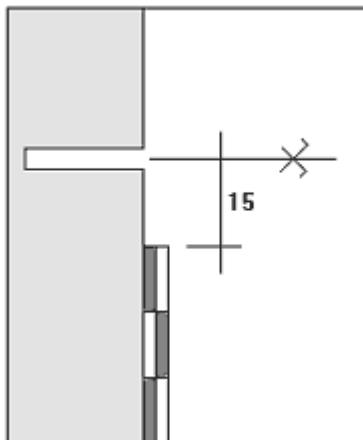

Fig.1
- Tracer un trait au cordeau sur le mur, à 15 mm au dessus du niveau d'arrêt du relevé d'étanchéité, pour repérer l'emplacement des perçages (Fig. 1)
Draw a line with a string 15 mm above the top of the waterproof system to mark out the location of the fixing holes (Fig. 1)